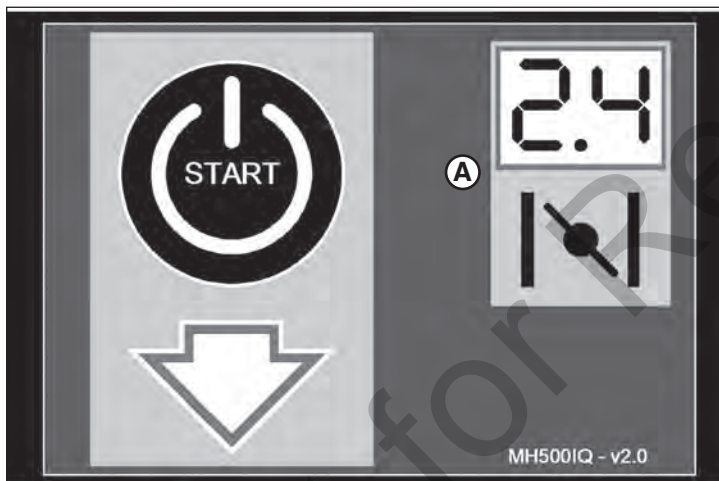

Figure 22
3. Laisser l'affichage se mettre en marche. Le premier affichage est l'écran de démarrage. Voir Figure 22.
4. Le nombre dans le coin droit supérieur de l'affichage (A, Figure 22) est le réglage recommandé pour le registre.